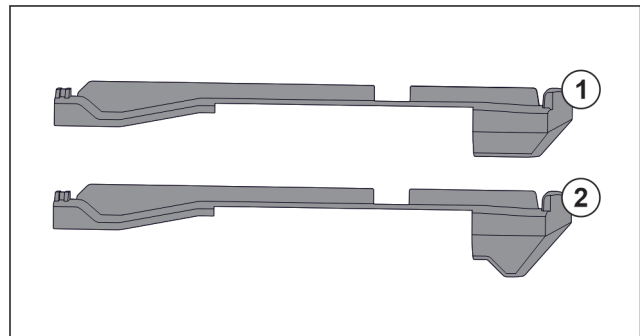

Fig. 18 Порівняння вставних частин
У пристрої є дві різні вставні частини. Вставна частина над самим нижнім висувним ящиком Fig. 18 (2) має трикутний край. Всі інші вставні частини Fig. 18 (1) мають прямий край.
- ▶ Розмістити вставну частину Fig. 18 (2) з трикутним краєм над самим нижнім висувним ящиком.
- ▶ Розмістити вставну частину Fig. 18 (1) з прямим краєм у всіх інших місцях.